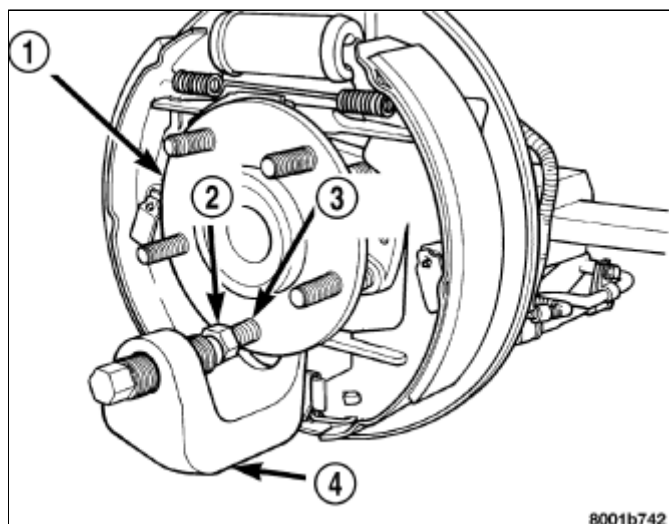

图 1 从轮毂和轴承上拆卸车轮双头螺栓
4. 在将要从轮毂和轴承总成中拆卸的车轮螺柱上安装一个四方螺母，\(图 1\)因此螺柱上的螺纹和四方螺母的端部是平的。 在轮毂和轴承总成法兰及车轮螺柱上安装拆卸器，专用工具C-4150A\(图 1\)。